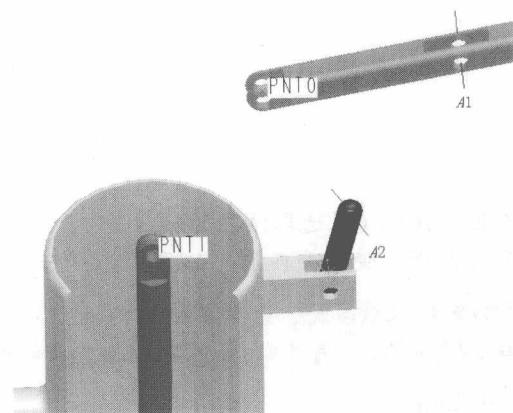

图1-14
- (1) “圆柱”连接的“轴对齐”约束选取 A1 与 A2 轴线，如图 1-14 所示。